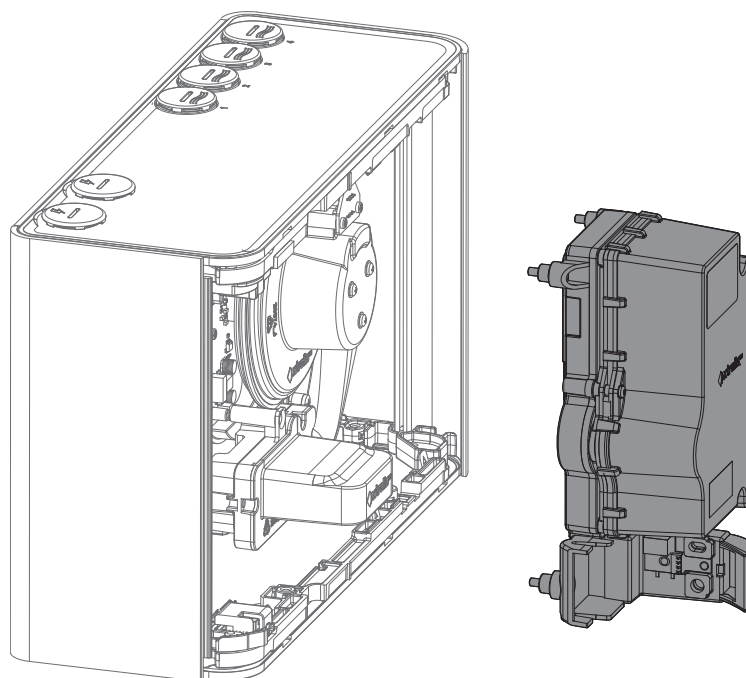

Figura 7-15: Retire la cámara de la base del detector
5. Retire la cámara de la base del detector (Figura 7-15).